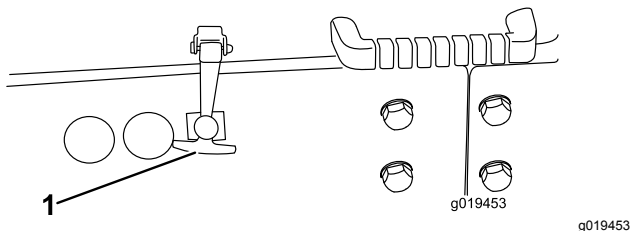

Figura 48
2. Sbloccate i fermi e aprite il cofano (Figura 48).